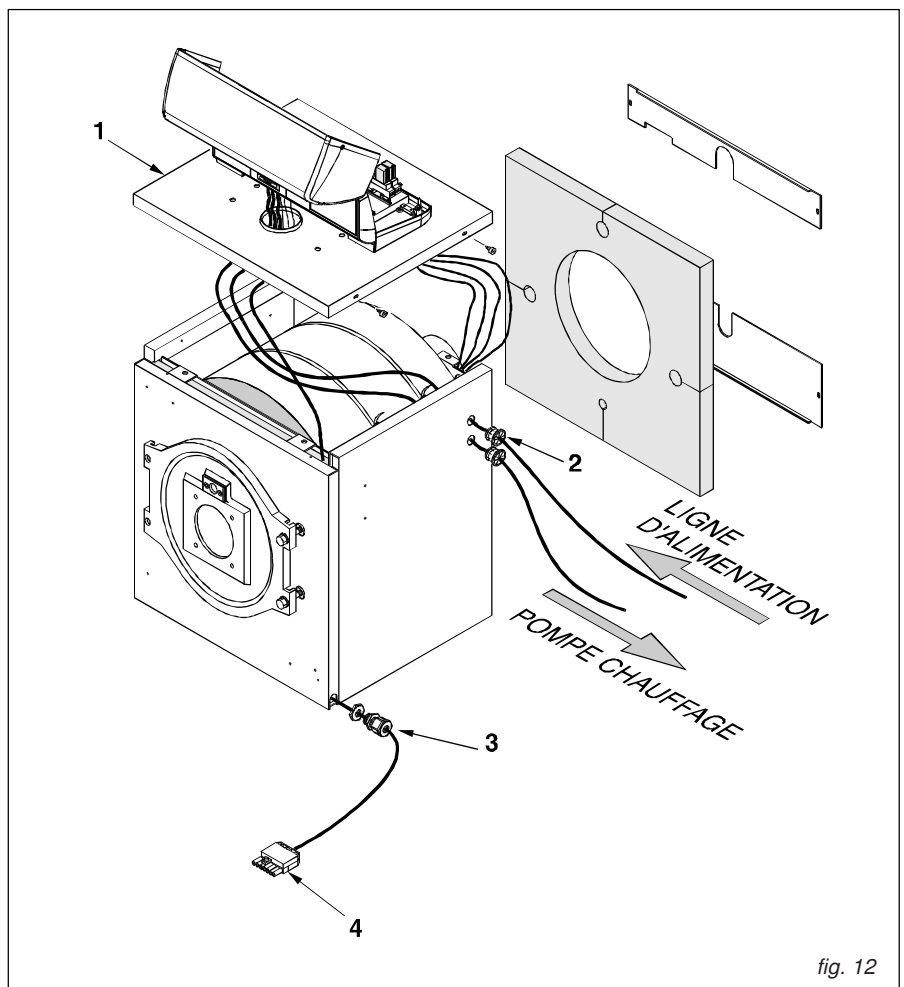

fig. 12
- Insérer, au choix dans les passe-câbles (fig. 12, pos. 2) situés dans la partie postérieure des panneaux latéraux de la chaudière, les câbles électriques nécessaires (alimentation 230V - 50Hz, pompe, thermostats d'ambiance, etc.) puis positionner l'extrémité de ces derniers au niveau du bornier de raccordement du tableau de bord.
- Insérer le câble d'alimentation du brûleur dans l'un des deux passe-câbles situés dans la partie inférieure du panneau frontal et le bloquer ensuite avec le serre-câble prévu à cet effet (fig. 12, pos. 3). Positionner ensuite l'extrémité du câble brûleur au niveau du bornier du tableau de bord.